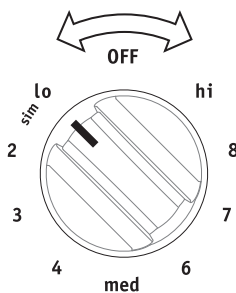

Figure 7: Le bouton de commande illustré peut différer selon le modèle de la cuisinière
2. Appuyez sur le bouton de commande de surface et tournez-le dans une direction ou dans l'autre, jusqu'au réglage désiré (Figure 7). Commencez la plupart de vos cuissons par un réglage élevé, puis diminuez la chaleur pour terminer la cuisson. Chaque élément de surface fournit une quantité de chaleur constante à chacun des réglages. Une zone de couleur rouge brillante qui dépasse du bord inférieur de l'ustensile indique que ce dernier est trop petit pour la zone de chauffage utilisée.